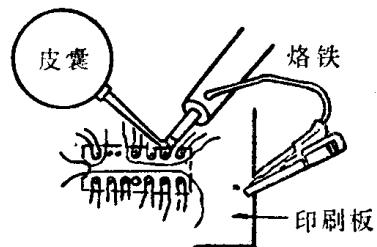

图1-2 用皮囊针管吸焊锡
2.用一个带有皮囊的针管对准用烙铁熔化了焊锡的集成块脚，如图1-2所示。用气吹（或吸）走已熔化的焊锡，这样就可使集成块的脚与印制板脱开。注意不要让吹散的焊锡短路其它部位。